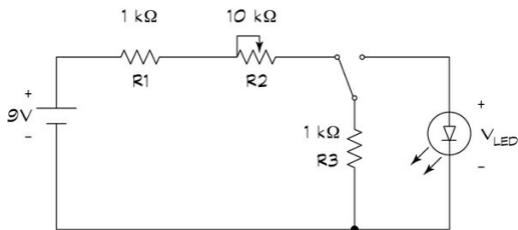

Figura 14.6 Utilizzate il seguente circuito per accendere e spegnere un LED e per variare l'intensità della luce
Il circuito rappresentato nella Figura 14.6 ha lo scopo di dimostrare il funzionamento on/off di un LED e anche come, aumentando la corrente, aumenta anche la luce emessa dal diodo. Ecco come occorre procedere.
- 2. Approntate il circuito rappresentato nella Figura 14.6, utilizzando un LED standard rosso, giallo o verde.**